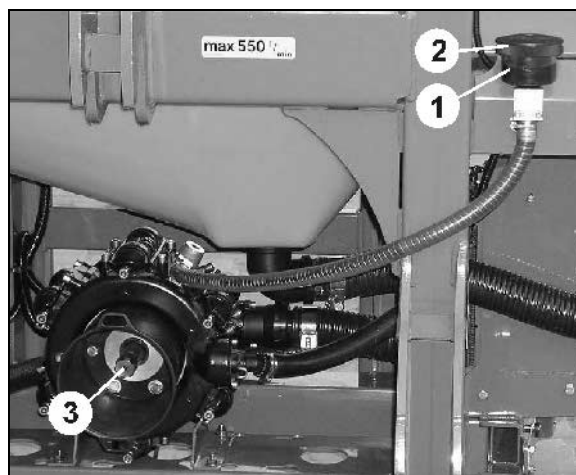

Fig. 116
1. Oliestanden skal være synlig i markeringen (Fig. 116/1) når pumpen står stille i vandret position.
2. Dækslet (Fig. 116/2) tages af og olie fyldes på, hvis oliestanden ikke er synlig i markeringen (Fig. 116/1).
2. Dækslet (Fig. 116/2) afmonteres.
- 3.2 Indgangsakslen (Fig. 116/3) drejes med hånden, indtil den gamle olie er løbet helt ud. Derudover er der mulighed for at tappe olien af gennem bundproppen. Herved vil der dog blive lidt olie tilbage i pumpen, derfor anbefaler vi den første fremgangsmåde.
5. Indgangsakslen (Fig. 116/3) drejes henholdsvis til højre og venstre, og samtidig hældes der langsomt nyt olie på. Den korrekte oliemængde er hældt på, når olien er synlig i markeringen (Fig. 116/1).